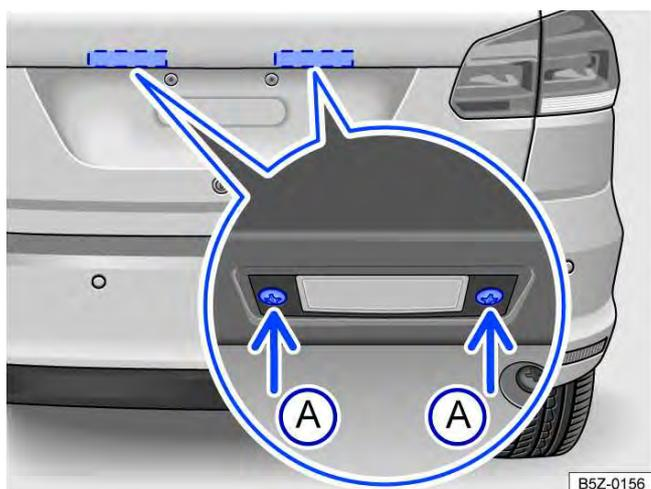

Fig. 146 Na tampa traseira: remover a lanterna da placa de licença.
2. Com o auxílio de uma chave de fenda, remover os parafusos de fixação → Fig. 146 (A) da lanterna da placa de licença .